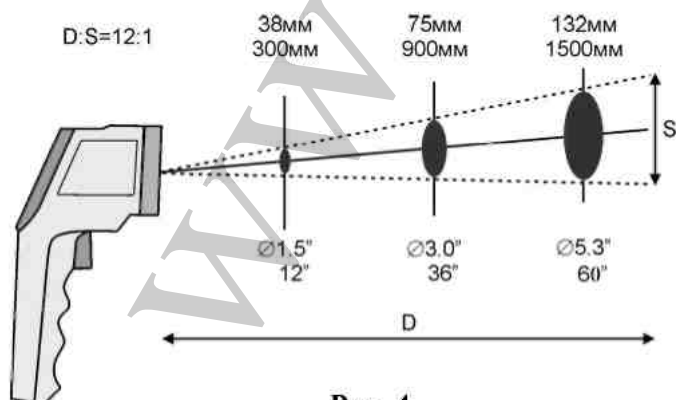

Рис. 4
2. С увеличением расстояния до объекта увеличивается и размер пятна измеряемой области. Отношение расстояния к размеру пятна измерения составляет 12:1 (см. рис.4).